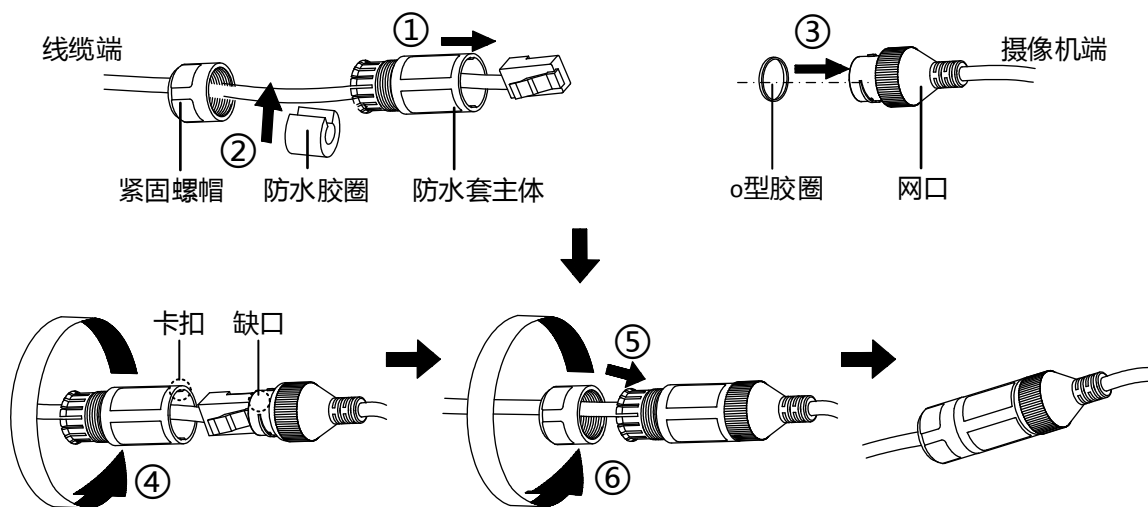

图2-7 安装网口防水套
- 为防止摄像机线缆进水从而影响使用，请参见“图 2-7 安装网口防水套”，对网线进行防水处理，并做好其他线缆的绝缘和防水处理。